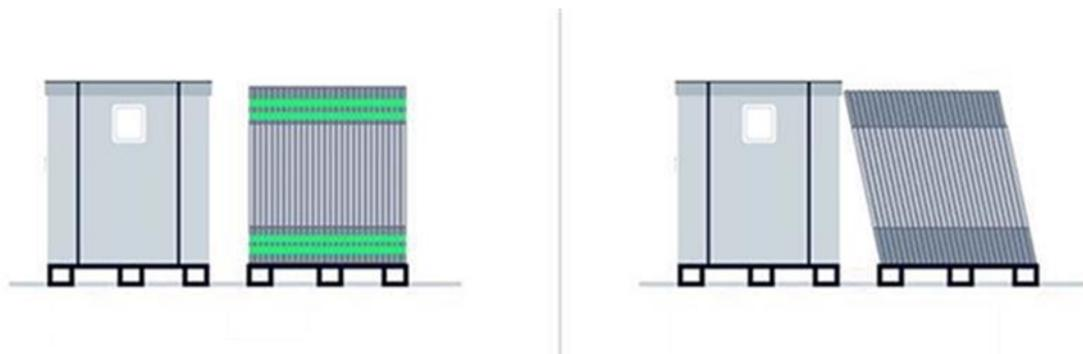

Figura 16: Inclinazione dei moduli che poggiano sulla scatola di supporto.
- d) Spingere delicatamente i moduli FV in modo che possano appoggiarsi in sicurezza alla scatola posizionata accanto per il supporto durante il passaggio 4 (Figura 16).